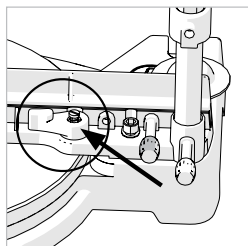

Fig. 19
- Allentare la vite di bloccaggio Mitre (**Fig. 19**) ruotandola in senso antiorario.